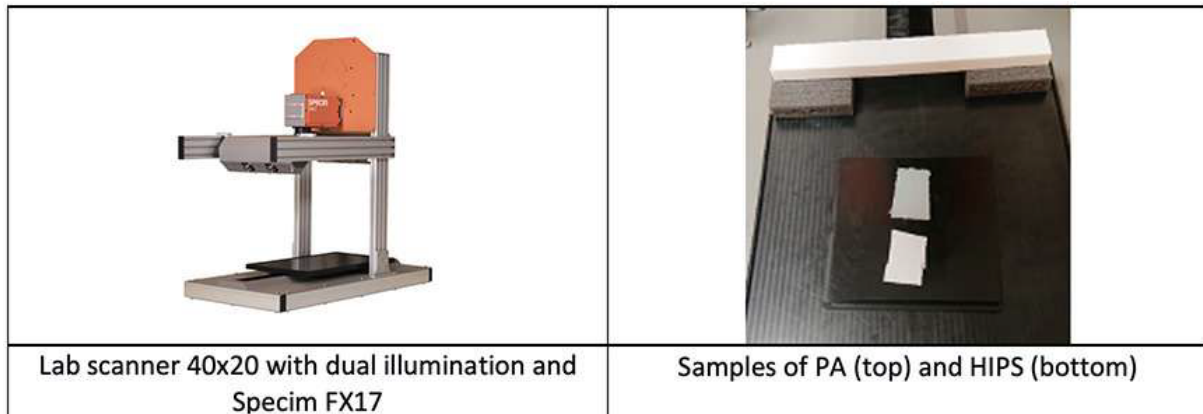

Abb. 1: Der Specim Laborscanner und Proben, die in dieser Messung verwendet wurden.
- Eine Specim FX17 Hyperspektralkamera wurde an einen Labor Scanner mit zwei Beleuchtungseinheiten angebracht (s. Bild 1).